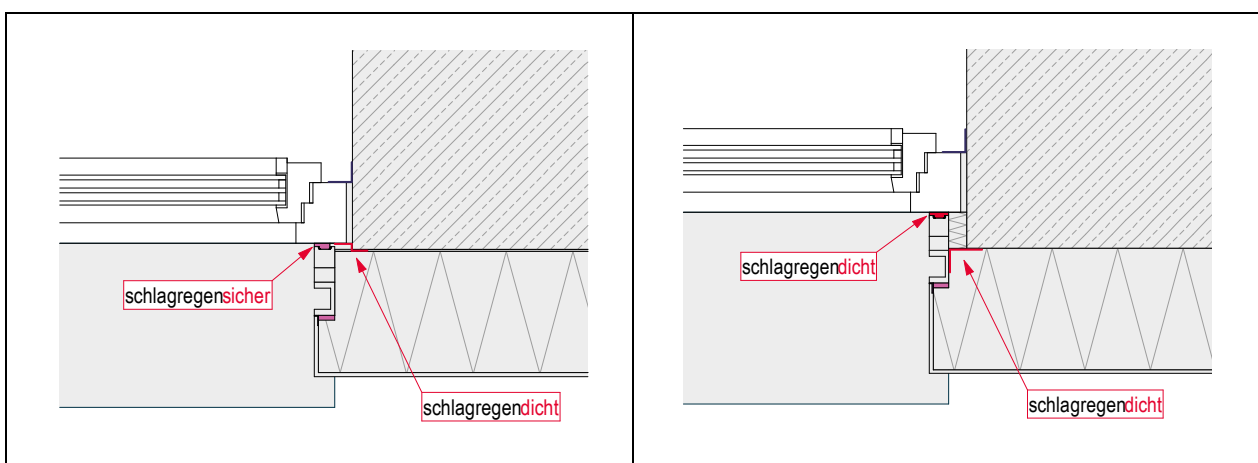

Abbildung 2.1: Schematische Darstellung der schlagregensichereren oder schlagregendichten Anbindung der Führungsschiene an den Fensterrahmen
1. Schlagregendichter Anschluss gemäß ÖNORM B 5320 vorhanden → Anschluss der Führungsschienen zum Fensterrahmen erfolgt schlagregensicherer (Abbildung 2.1)
2. Sind Führungsschienen ein integrierter Bestandteil des Fensters (z.B. im Herstellwerk montiert) → Anschluss zum Fensterrahmen und Wandbildner erfolgt schlagregendicht (Abbildung 2.1)